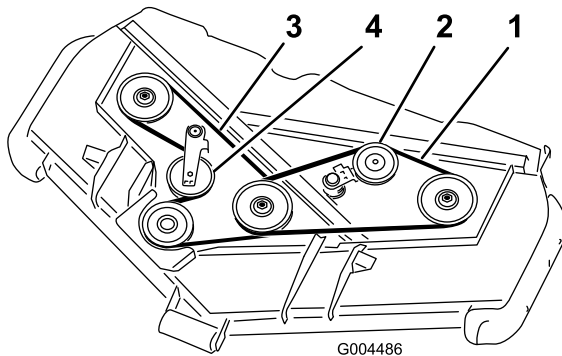

Figure 18
3. À l'aide d'une barre de levier ou d'un outil similaire, éloignez la poulie de tension de courroie supérieure (Figure 18) de la courroie pour détendre cette dernière et pouvoir la déchausser des poulies.
4. Acheminez une courroie neuve autour de la poulie de boîtier d'engrenages, des poulies d'axe inférieures et de l'ensemble poulie de tension, comme indiqué à la Figure 18.
5. Acheminez une courroie neuve autour des poulies d'axe supérieures et de l'ensemble poulie de tension, comme indiqué à la Figure 18.